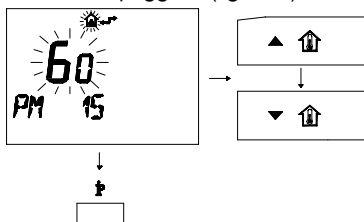

fig. 5.28
- 4 Modificare il SET programmato agendo sui pulsanti \blacktriangle \uparrow o \blacktriangledown \downarrow fino a visualizzare un **set di 60**, aspettare che il numero programmato cominci a lampeggiare (fig. 5.28)